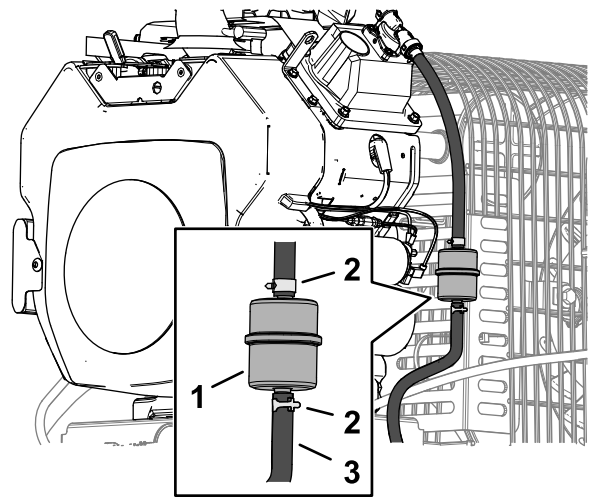

Figura 40
3. Premete le estremità delle fascette stringitubo ed allontanatele dal filtro (Figura 40).
5. Montate un nuovo filtro ed avvicinate le fascette stringitubo al filtro (Figura 40).
3. Allentate la fascetta stringitubo e spostatela in alto sul tubo del carburante, lontano dal filtro del carburante (Figura 40).
4. Scollegate il tubo del carburante dal filtro del carburante (Figura 40).
**Nota:** Lasciate spurgare il carburante in un contenitore o una bacinella di spurgo (Figura 40).
5. Collegate il tubo del carburante al filtro del carburante. Infilate la fascetta vicino al filtro del carburante, per fissare il tubo del carburante (Figura 40).